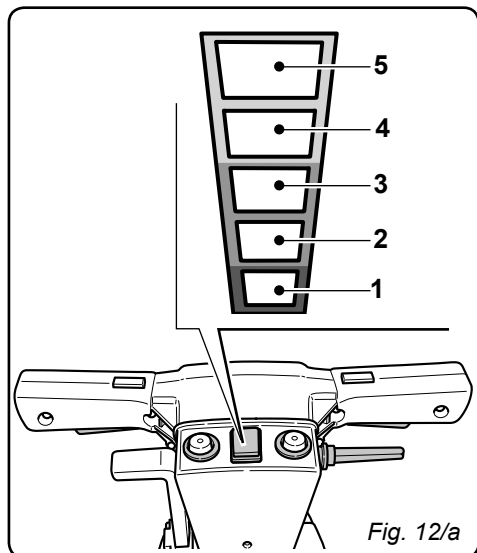

Fig. 12/a
**9.1.f - Cuentahoras (Fig. 12/a)**